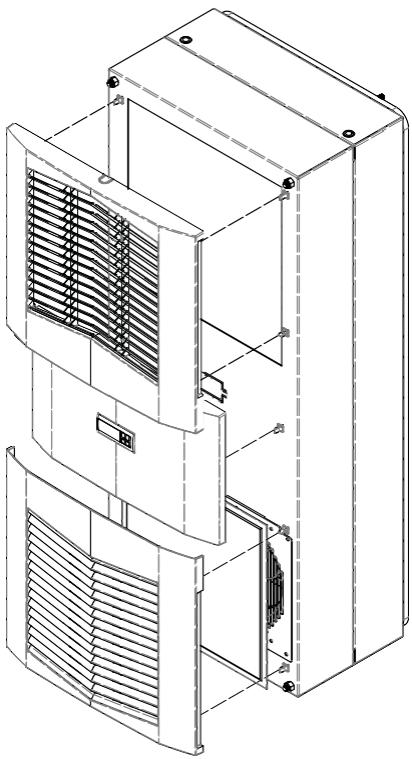

図3
1. ルーバーグリルを慎重に取り外します。必要なら、センターパネルを前方へ引っ張ってエンクロージャから取り外します。8ページの図3をご覧ください。